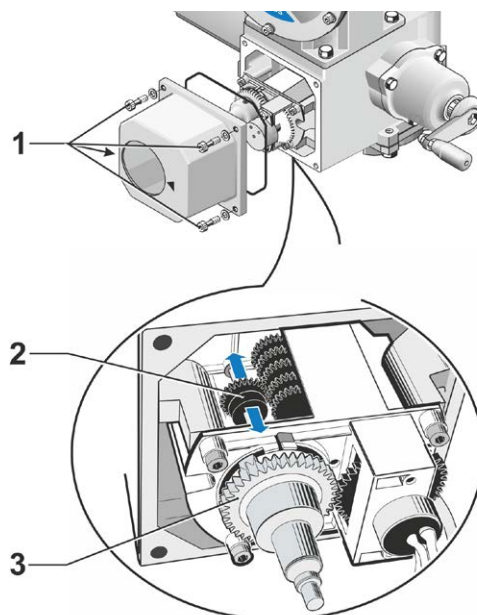

图3：设置信号齿轮单元比率
5. 松开信号齿轮单元外罩的4颗螺丝（如右图3中的1所示）并取下外罩。
调节滑动齿轮的位置（如右图3中2所示），使其对准边缘刻度上所需使用的值。